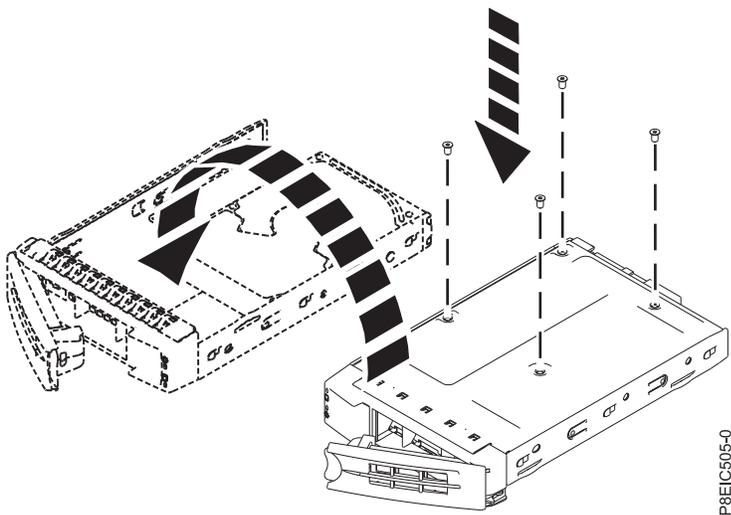

Abbildung 11. 2,5-Zoll-Laufwerk an der Halterung anbringen
- Ein 2,5-Zoll-Laufwerk muss an der Rückseite der Halterung positioniert werden. Drehen Sie die Halterung um und halten Sie dabei das Laufwerk und die Halterung fest. Befestigen Sie das Laufwerk mit vier Schrauben an der Unterseite der Halterung (siehe Abb. 11).